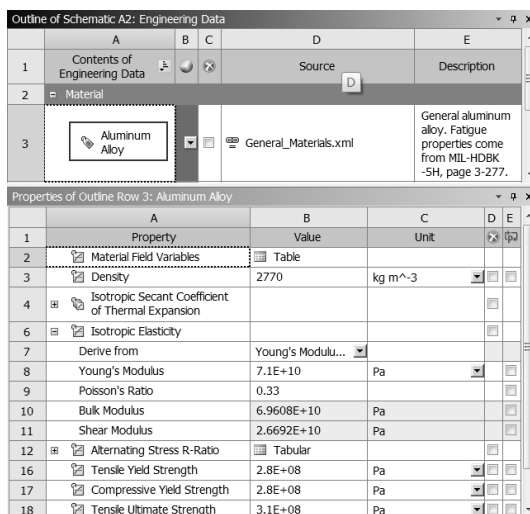

图 4-36 材料属性窗口
Step5：根据实际工程材料的特性，在 Properties of Outline Row 5:Aluminum Alloy 表中可以修改材料的特性，如图 4-36 所示。本实例采用的是默认值。